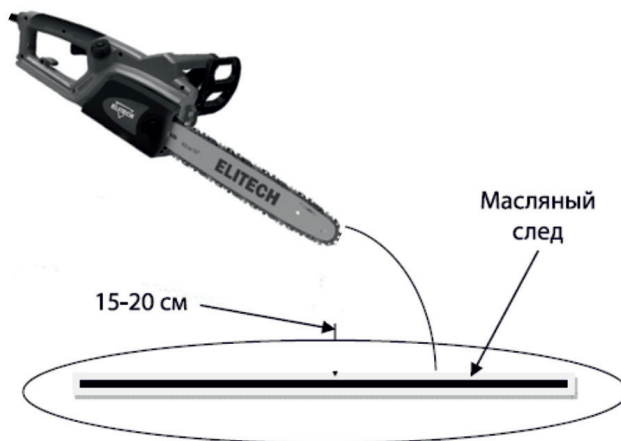

Рис. 11
2. Нажмите на выключатель до упора и дайте двигателю поработать примерно 10-15 секунд на максимальных оборотах. Под шиной должен остаться четкий масляный след (рис. 11).